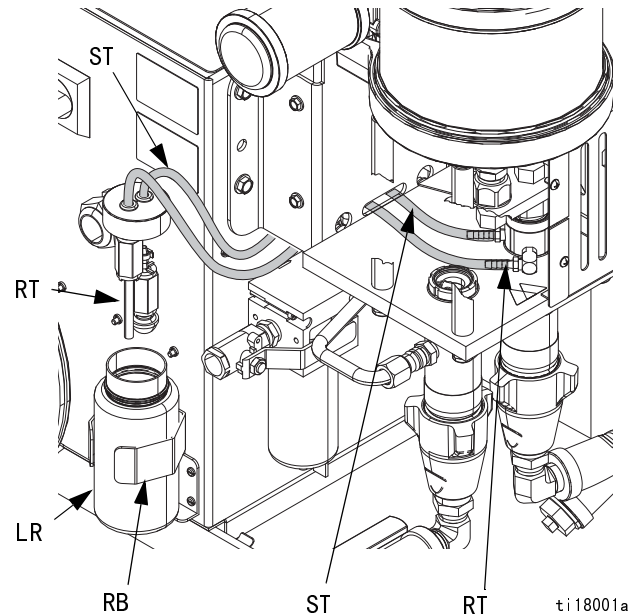

图 13. 泵润滑系统
2. 将润滑油储液器 (LR) 从托架 (RB) 中升起，并从帽上卸下该容器。将帽握在适当容器的上方，卸下止回阀，排出润滑油。将止回阀重新装到入口软管上 (ST)。请参见图 13。